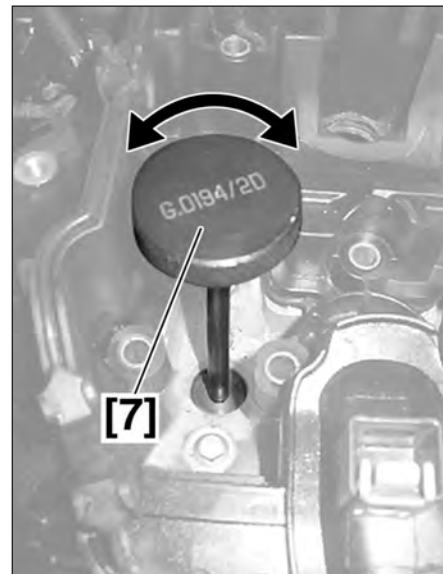

FIG.53
- Poser l'outil [7] dans le puits d'injecteur (Fig.53).